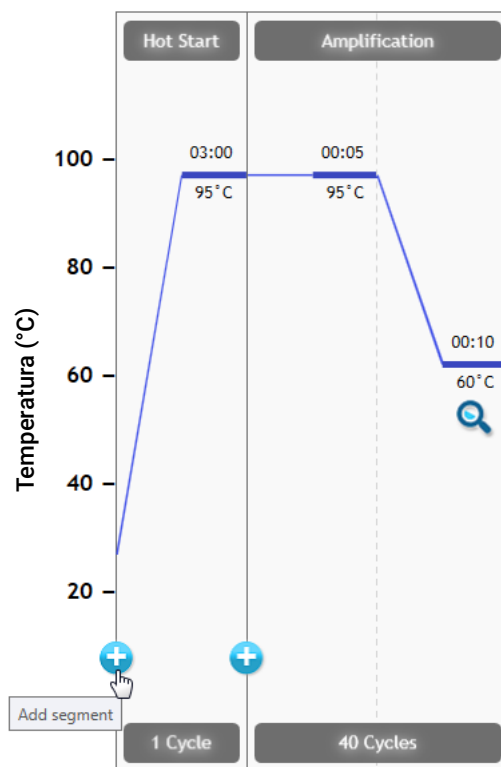

Figura 5 Aggiunta di un nuovo segmento nella schermata Aria Thermal Profile
- a Sul display, passare il cursore sul segmento Hot Start. Fare clic sull'icona + (come mostrato nella **Figura 5**) che viene visualizzato sul lato sinistro del segmento Hot Start.